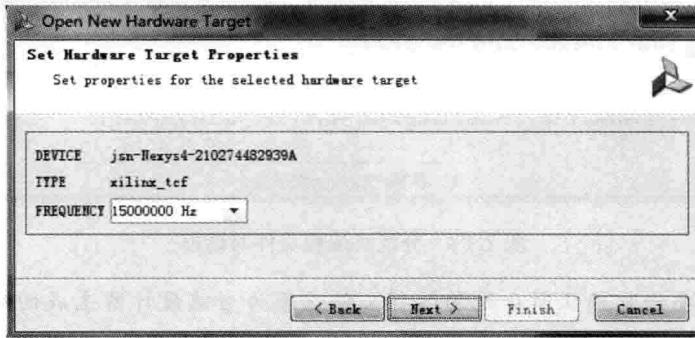

图 2.61 出现设置频率窗口
(9) 单击 Next 按钮。
(10) 如图 2.61 所示, 出现 Open New Hardware Target(打开新硬件目标)-Set Hardware Target Properties(设置硬件目标属性)对话框界面。设计者可以设置下载频率(注: 使用默认设置)。
(17) 在如图 2.61 所示的界面下,再次选中 XC7A100T 器件。然后,单击右键,出现浮动菜单。在浮动菜单内,选择 Program Device…(编程器件)。